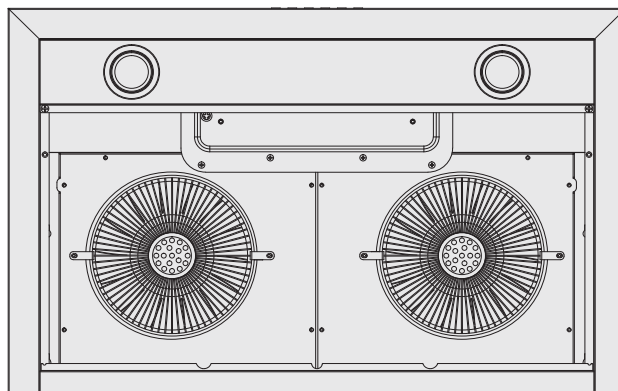

Figure 1
- Enlevez les deux filtres pour permettre l'accès à l'intérieur de l'unité (voir figure 1).